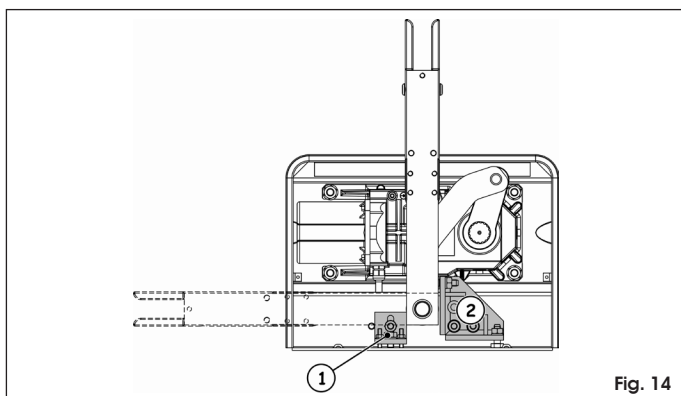

Fig. 14
Para los sistemas con apertura a 110° y 140° se puede aplicar en el interior de la caja portante los topes mecánicos (opcional) en apertura (Fig. 14 ref. ①) y cierre (Fig. 14 ref. ②). Para la fijación hágase referencia a las relativas instrucciones.